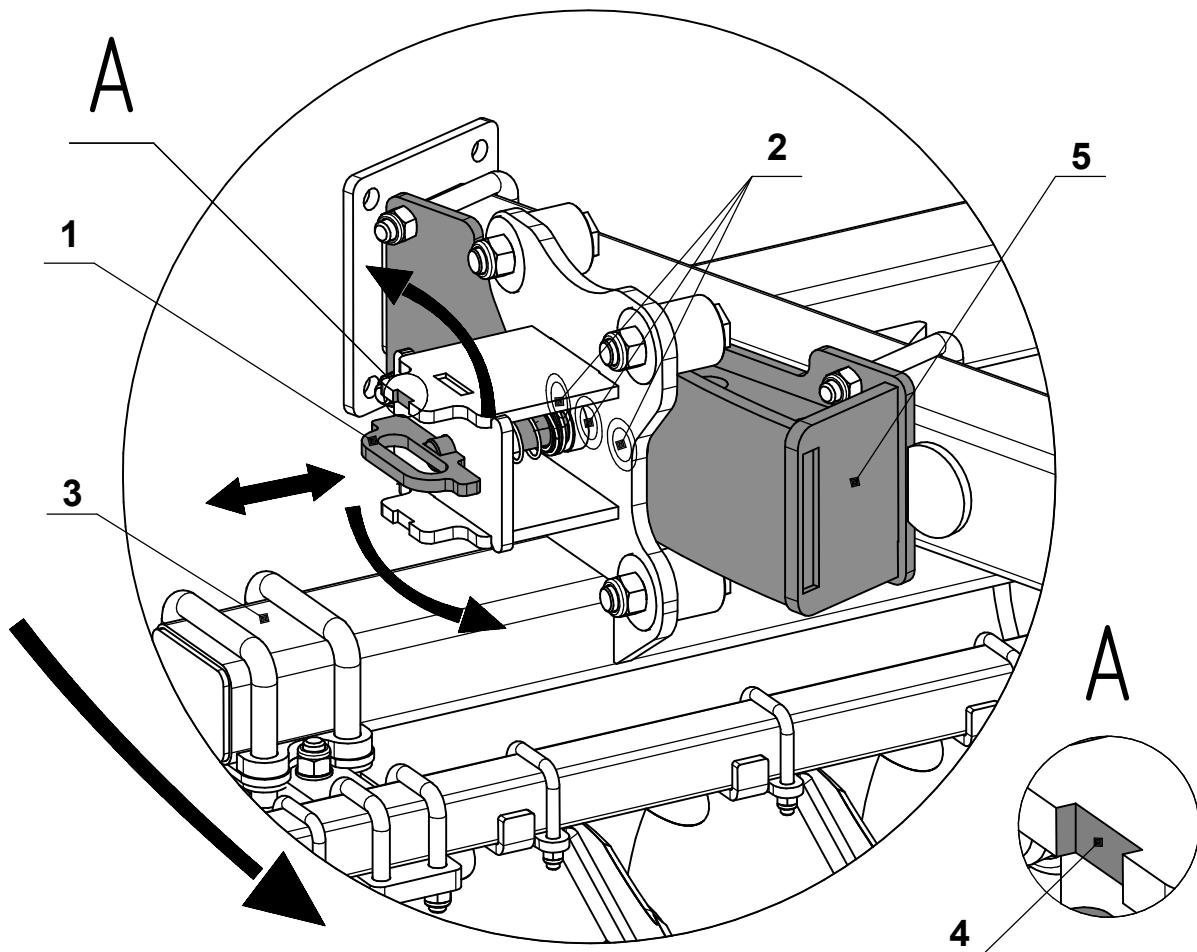

Рис.4-Регулировка углов атаки дисковых батарей бороны тяжёлой дисковой "TORNADO -7000"
Угол дисковой батареи устанавливается путем поворота балки **поз.3 (рис.4)** и установки пальца с рукояткой **поз.1 (рис.4)** в нужное отверстие (расположены с шагом 3 градуса), соответствующие необходимому углу, в кронштейнах регулировки угла **поз.2 (рис.4)**, расположенных по бокам рамы и крыльев агрегата с левой и правой стороны.
Регулировка углов атаки дисковых батарей осуществляется с помощью пальца с рукояткой **поз.1** (рис.4). Для регулировки по обеим сторонам крыльев и рамы предусмотрены кронштейны регулировки угла атаки **поз.5** (рис.4) с 3-мя отверстиями **поз.2** (рис.4)
1. Оттяните палец с рукояткой **поз.1** (рис.4) и поверните, зафиксировав в пазу **4** (рис.4).
2. Поверните балку **поз.3** (рис.4) до необходимого угла (1-ый ряд 15°, 18°, 21°; 2-ой ряд 12°, 15°, 18°)
3. Оттяните палец с рукояткой **поз.1** (рис.4), расфиксируйте из паза **4** (рис.4) и поверните, зафиксировав в отверстии, соответствующему необходимому углу, которое расположено в кронштейне угла атаки **поз.2** (рис.4).